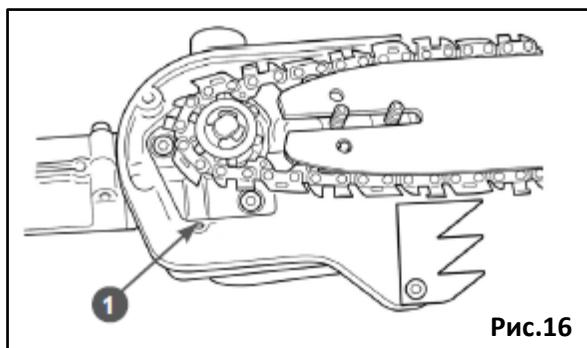

Рис.16
ПРИМЕЧАНИЕ! Производительность масляного насоса можно регулировать с помощью регулировочного винта (1), который находится в нижней части корпуса редуктора (Рис.16).